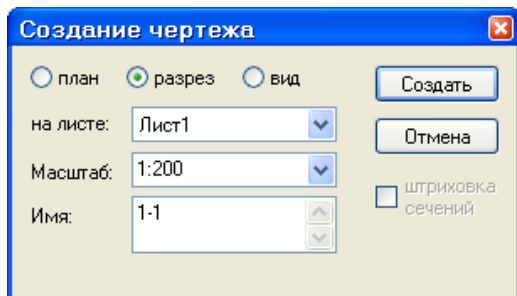

Рис.13.7. Диалоговое окно **Создать**
- В диалоговом окне **Создать** (рис.13.7) при включенной радио-кнопке **разрез**, а также: